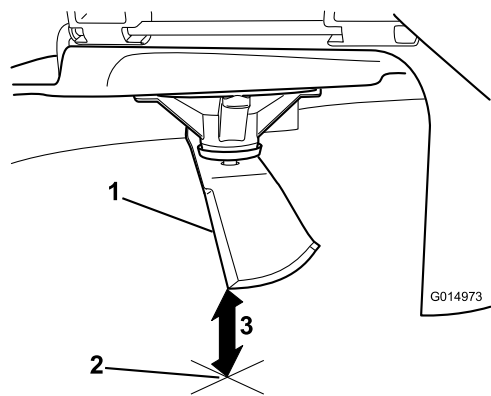

Figura 48
3. Mida desde la punta de la cuchilla hasta la superficie plana (Figura 48).